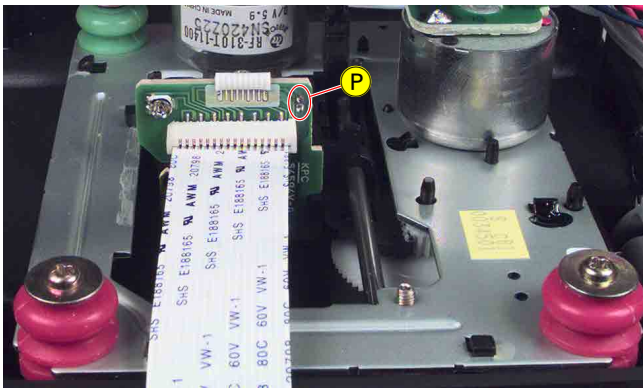

Fig. 10
- Vor Abziehen des Flexprints zum CD-Laufwerk muss die Schutzlötstelle (P) (Fig. 10) auf der Leiterplatte der Lasereinheit kurzgeschlossen werden.
- Shortcircuit the protective soldered joint (P) (Fig. 10) at the Laser pick-up PCB before disconnecting the flexprint to the CD mechanism.